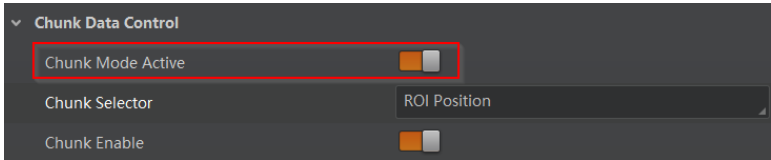

图8-5 启用 *Chunk Mode Active* 参数
1. 展开 *Chunk Data Control* 属性，启用 *Chunk Mode Active* 参数，如图8-5所示。